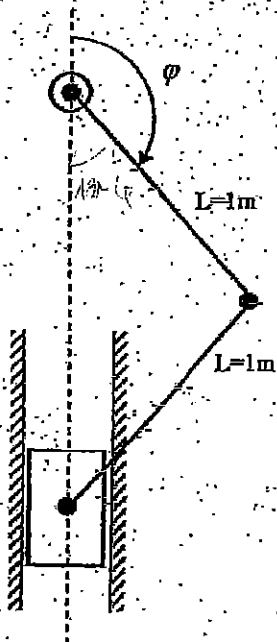

Figura 1.
En la figura 1 se presenta el esquema del mecanismo de una máquina de compactación. Dicha máquina es accionada por un motor eléctrico rotativo continuo de par constante acoplado en la manivela. El proceso de compactación genera una fuerza resistente sobre el pistón (F) que se puede modelizar aproximadamente tal y como se representa en la figura 2. Se necesita que el mecanismo realice, en régimen estacionario, 100 ciclos de prensado por minuto girando a velocidad constante con un grado de irregularidad máximo admitido de 0,08. Se pide: